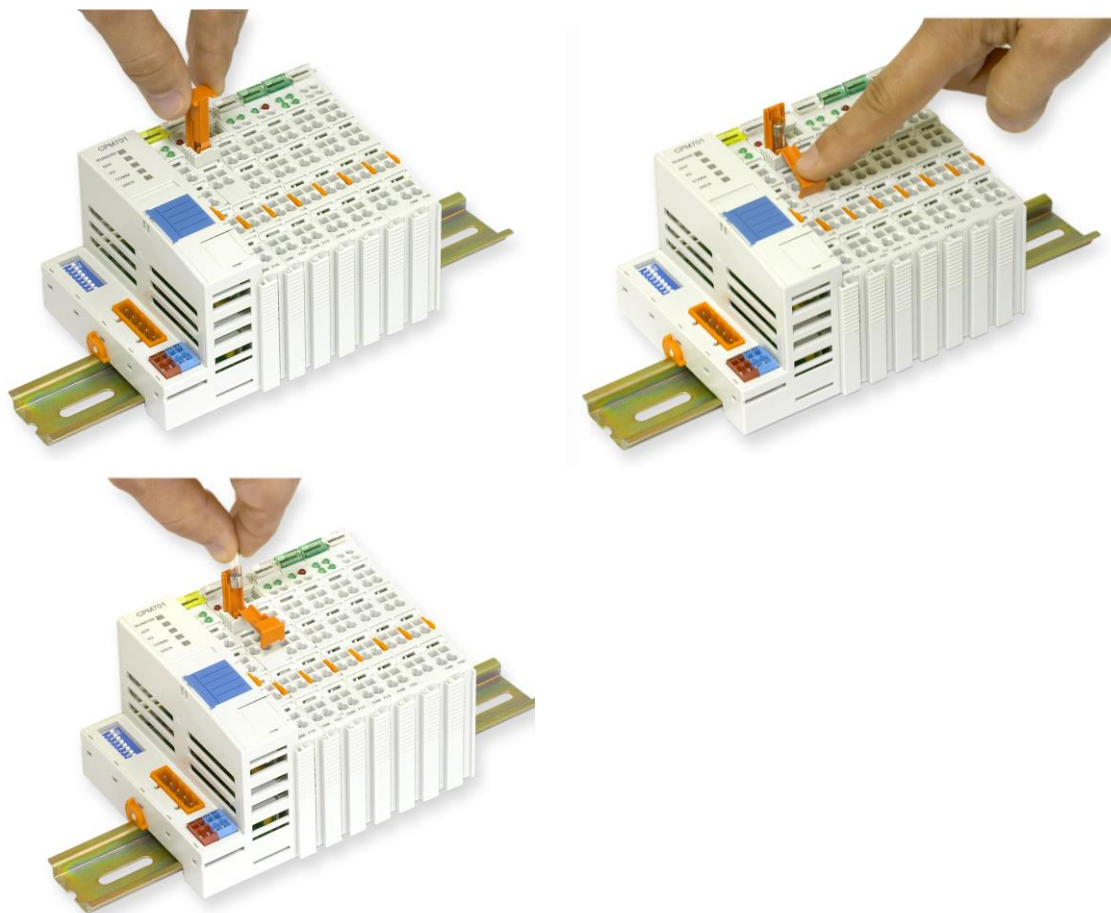

Рис. 5.2 Замена плавкой вставки
6. Установить держатель обратно в корпус модуля путём нажатия (до характерного щелчка), как показано Рис. 5.2.